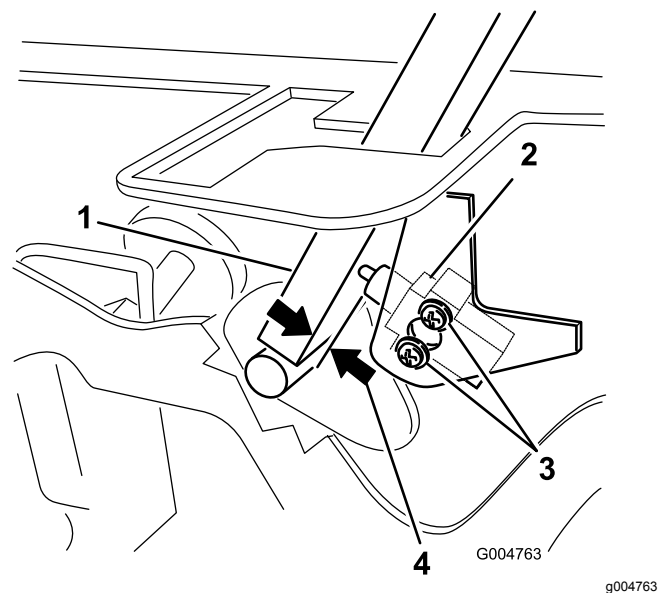

图47
3. 松开固定联锁开关的 2 个螺丝 图47。
4. 将控制杆保持在机架上向控制杆的方向移动开关直至控制杆与开关主体之间的距离介于 0.41mm 如图 47 所示。